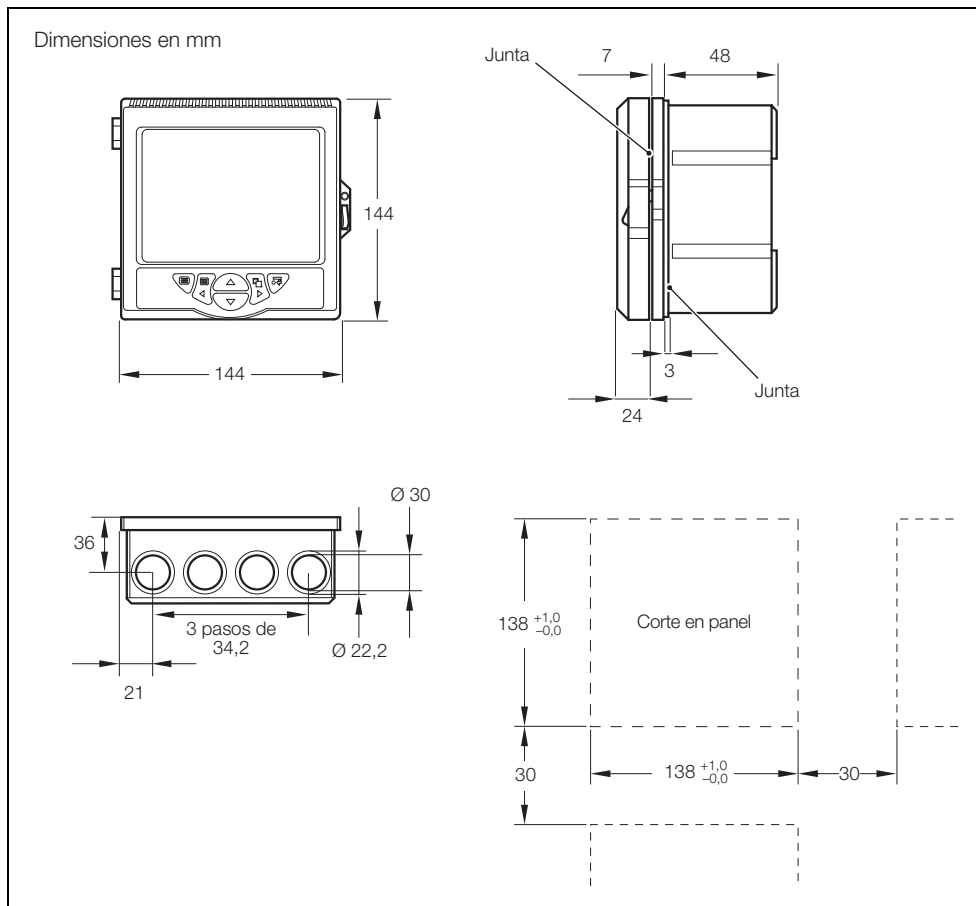

Fig. 2.3 Dimensiones de montaje
- ① Corte el orificio del tamaño correcto en el panel (consulte la Fig. 2.3 de la página 8).
- ② Inserte el instrumento en el corte del panel.
- ③ Coloque un tornillo prensador en el soporte de la izquierda hasta que unos 10-15 mm de la rosca sobresalgan por el otro lado del soporte, y coloque una abrazadera en el extremo de la rosca.
- ④ Sostenga el conjunto y coloque el soporte en el hueco de la izquierda de la parte trasera de la caja del instrumento y fíjelo con el tornillo de fijación del soporte. Compruebe que la arandela de plástico permanece en la posición correcta.
- Repita las instrucciones ③ y ④ para el ensamblaje de sujeción del panel derecho.
- ⑤ Apriete manualmente los tornillos de sujeción de forma segura.